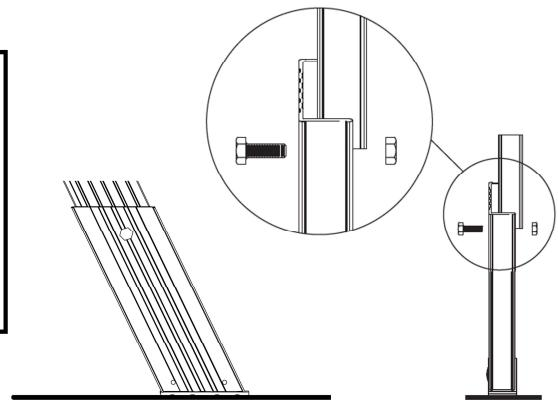

FIGURA 28 INSTALACIÓN DE TACÓN DE ALUMINIO
X. Transfiera las dimensiones de longitud de corte de la **Tabla 4** a los largueros derecho e izquierdo de la sección inferior de la escalera y dibuje una línea de corte entre los dos puntos. Recorte la sección inferior a la medida con una sierra para cortar metales (Ver **Figura 28**). Después gire la sección inferior de nuevo en línea con las secciones superiores y presione hacia abajo la sección media para asegurarse de que los brazos de poder estén completamente extendidos.
Y. Deslice el tacón de aluminio sobre el larguero inferior de la escalera como se muestra **Figura 28**. Coloque el tacón de modo que las secciones extendidas permanezcan rectas y el tacón esté en contacto con el suelo. Perfore un orificio de 1/4" a través del larguero usando el orificio provisto en el tacón como plantilla. Asegure con los tornillos de 3/4" y las tuercas provistas. Repita la instalación del tacón de aluminio en el larguero lateral opuesto.